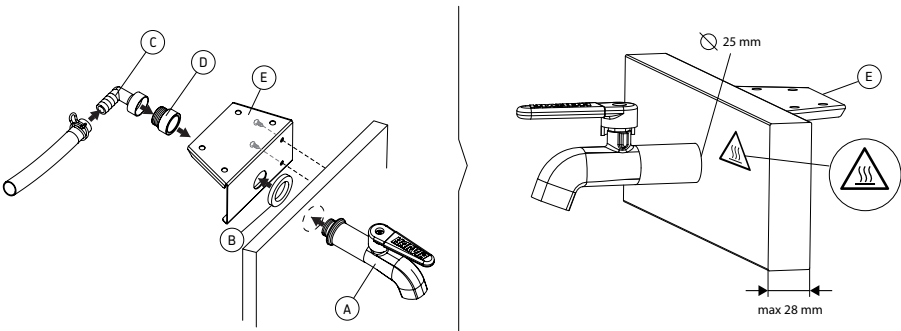

Figure 6.
C. Perçage d'un orifice à l'intérieur (bois d'une épaisseur de 28 mm maximum) et pose d'un robinet dans cet orifice (Figure 6.)
3. Fixez le robinet (A), le joint (B), le clip (C), la rallonge robinet (D) et la bride pour robinet (E) ensemble, en assurant l'étanchéité entre le robinet et la bride pour robinet.